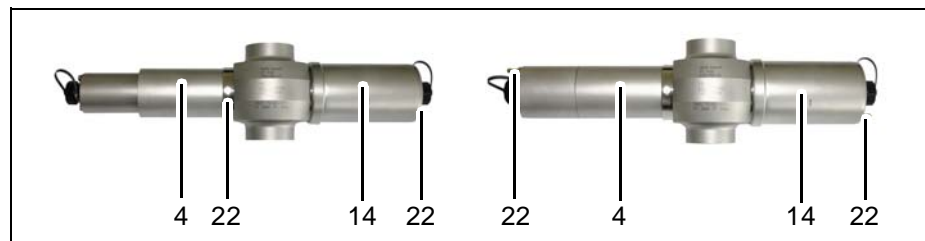

Fig. 7 Conexiones de aire de soplado en el aro de la ventana (imagen izquierda) y carcasa de los componentes ópticos y brazo del detector (imagen derecha)
3. Atomille las conexiones de aire de soplado (22, fig. 7).
4. Encaje los tubos flexibles de aire de soplado en las conexiones de aire de soplado (22).